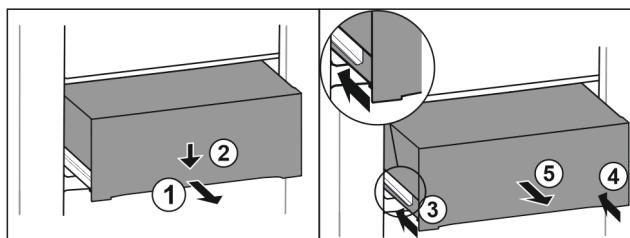

Fig. 88
- Trekk skuffen ut halvveis. Fig. 88 (1)
- Skyv skuffen foran nedover. Fig. 88 (2)
- Sett inn den venstre skinnen ca. 2 cm. Fig. 88 (3)
- Sett inn den høyre skinnen ca. 2 cm. Fig. 88 (4)
- Ta ut skuffen framover. Fig. 88 (5)